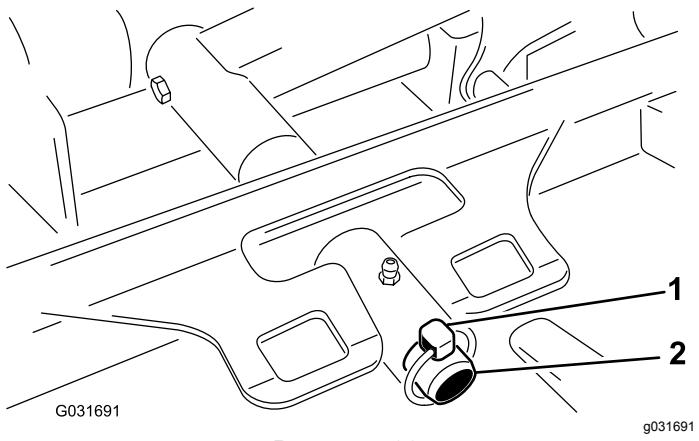

Рисунок 60
- Извлеките шплинт, который крепит несущую раму деки к оси поворота подъемного рычага (Рисунок 60).
3. Наденьте несущую раму деки на ось поворота подъемного рычага и закрепите ее при помощи шплинта с кольцом (Рисунок 60).